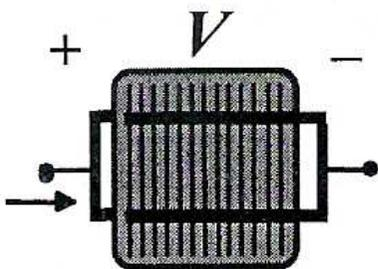
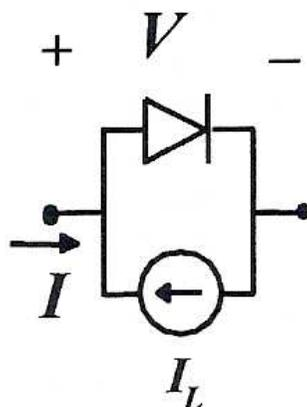
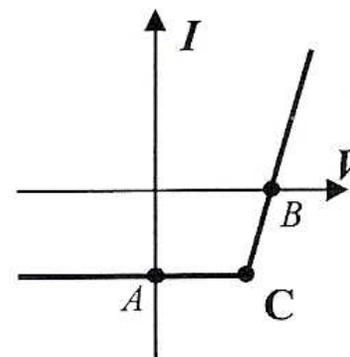

Figura 2.30
Figura 2.31
Figura 2.32
Ej. 15. Para una determinada aplicación se desea utilizar como generador de energía eléctrica la célula solar que muestra la figura 2.30. Para ciertas condiciones de temperatura y radiación solar (que se estima que serán similares a las de operación real), la célula puede modelarse como un generador de corriente en paralelo con un diodo aproximado por un modelo lineal por tramos, tal y como muestra la figura 2.31. La característica I - V como componente de dos terminales de la célula tiene el aspecto de la figura 2.32. Para las condiciones mencionadas, se pide:
- La corriente en el punto A de la figura 2.32, que es la que produce la célula cuando se cortocircuitan sus terminales ($V = 0$). Indique el estado en que opera el diodo en dicho punto A.
- La tensión en el punto B de la figura 2.32, que es la que aparece en bornas de la célula cuando se deja en circuito abierto ($I = 0$). Indique el estado en que opera el diodo en dicho punto B.
- La potencia máxima que puede generar la célula, que se obtiene cuando trabaja en el punto C de la figura 2.32.
- La resistencia de carga que habría que poner en los terminales de la célula para que operase en el punto C de la figura 2.32.